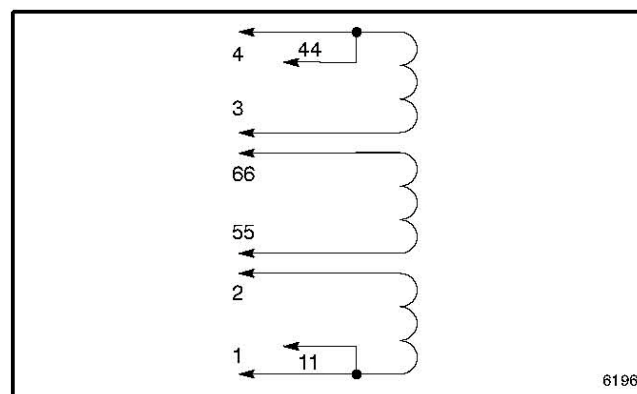

Рисунок 8-12 Выводы статора генератора переменного тока.
4. Отсоединить все провода статора для изолирования обмоток. Для проверки неразрывности статора, переключить омметр на шкалу R x 1. Проверить неразрывность статора подключив концы измерителя к выводам статора как показано на Рис. 8-12. Значения для однофазного соединения показаны в таблице на Рисунке 8-13 а для трехфазного в таблице на Рисунке 8-14. Провести тестирование всех обмоток статора.